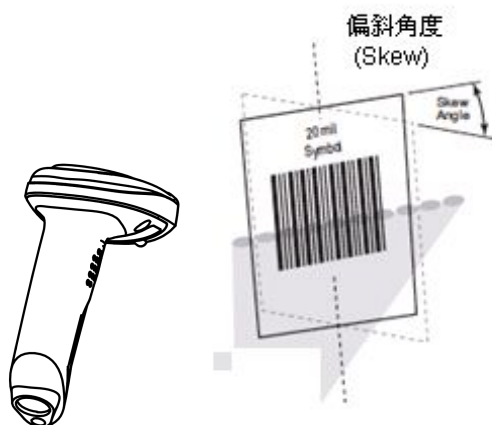

图 1-13
- ◇ 偏转角度(Skew)： $\pm 60^\circ$ ，测试条件为 0° 旋转角及 0° 倾斜角（见图 1-13）。